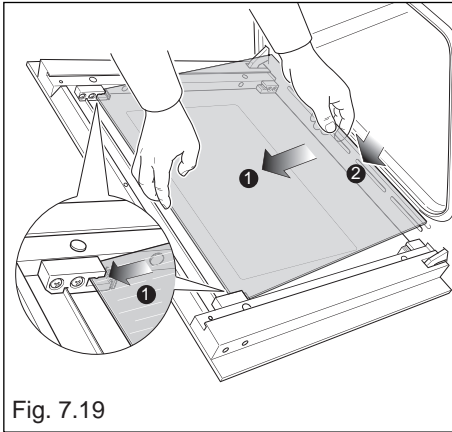
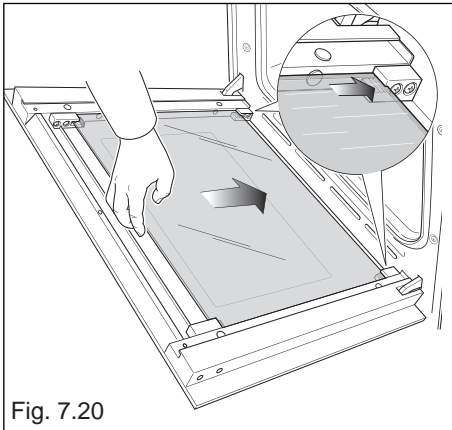

Fig. 7.19
Fig. 7.20
- Insérez en douceur le bord supérieur de la vitre dans les pincettes supérieures (flèche 1 sur la fig. 7.19), puis abaissez la vitre et insérez le bord inférieur dans les pincettes inférieures (flèche 2 sur la fig. 7.19); ensuite, faites glisser la vitre en position (fig. 7.20).